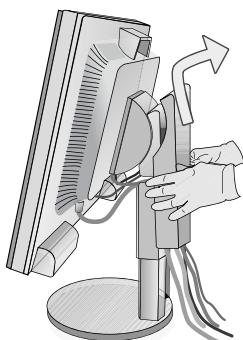

Figura S.1
1. Appoggiare le mani su entrambi i lati del monitor e sollevarlo fino alla posizione più alta. Rimuovere la copertura cavi (**Figura S.1**).